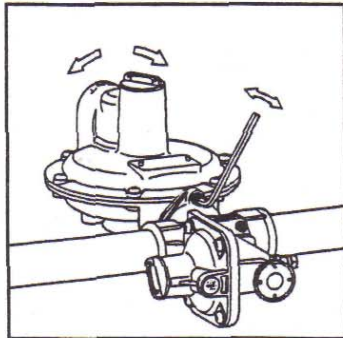
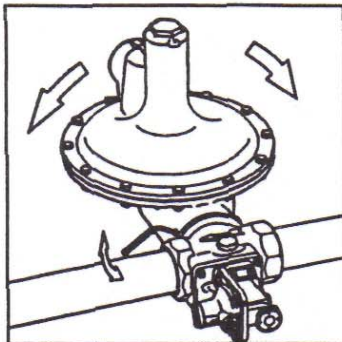

Abb. 2
Abb. 2a
5. Um das Reduzierventil in einen vorgegebenen Platz einzubauen, kann es notwendig sein, das Membrangehäuse zu drehen. Bei G  $\frac{3}{4}$ " - 1"/DN20-25 ist dies möglich durch Lösen der 2 Innensechskantschrauben, bei G  $1\frac{1}{2}$ "-2"/DN40-50 sind dazu die 3 Stiftschrauben zu lösen (s.Abb. 2, 2a). Dann das Membrangehäuse in richtiger Position (Menbrane horizontal, Feder oben) ausrichten und die Schrauben wieder anziehen.
2. Ovalen Verbindungsflansch ( $\frac{3}{4} + 1$ ", s. Abb. 2) bzw. Imbusschrauben an Verbindung (G  $1\frac{1}{2} + 2$ ", S. Abb. 2a) lösen.